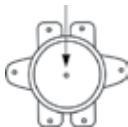

Рис. 8
- нажать до щелчка кнопку, расположенную по центру термовыключателя, который находится рядом с ТЭНом (имеет круглую форму), рис. 8;